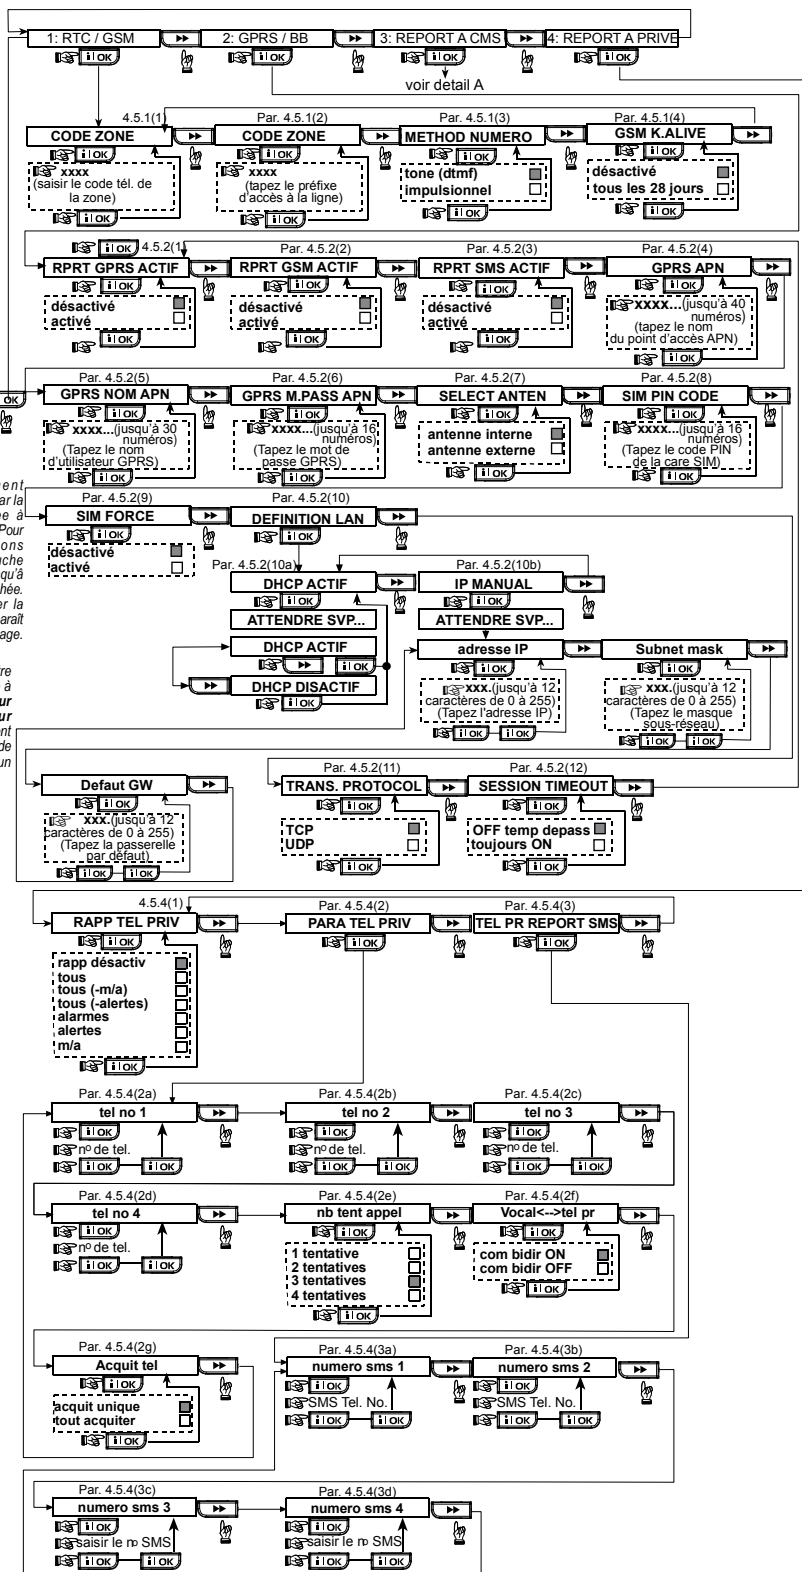

Figure 4.5 - DETAIL "A"
[Fig. 4.5.3(24b)] – cf. remarque en Fig. 4.5 Détail C
Temps de Rappel [Fig. 4.5.3(24c)] – cf. remarque en Fig. 4.5 Détail C
Rapport d'alarme confirmée [Fig. 4.5.3(25)] – cf. remarque en Fig. 4.5 Détail C
4.5.4 Rapport aux numéros de téléphone privés (Fig. 4.5, Détail D)
(voir fig. 4.5)